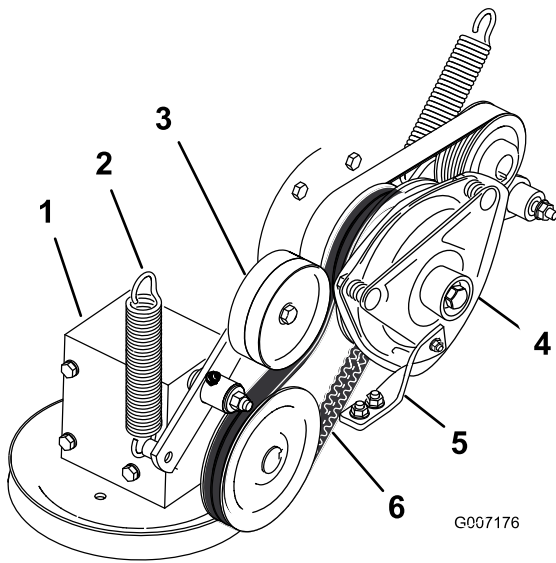

Bild 64
4. Entfernen Sie die Feder vom Spannarm (Bild 64).
7. Verlegen Sie den neuen Zapfwellen-Treibriemen um die Kupplungs- und Getriebespannscheibe (Bild 64).
9. Haken Sie die Feder wieder in den Spannarm ein (Bild 64).